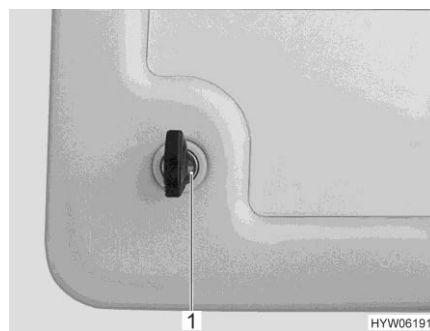
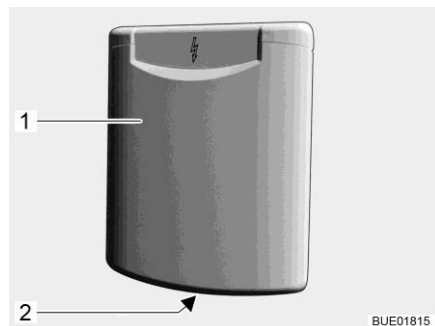

Fig. 78 Serratura a pressione sportello di servizio
Fig. 79 Serratura a pressione sportello di servizio (alternativa)
- Inserire la chiave nel cilindro della serratura a pressione chiudibile (Fig. 78,1 o Fig. 79,1) e ruotare di un quarto di giro. La serratura a pressione è sbloccata.
- Premere entrambi i bottoni a pressione (Fig. 79,2) della serratura a pressione contemporaneamente con i pollici e aprire lo sportello di servizio.
- Inserire la chiave nel cilindro della serratura a pressione chiudibile (Fig. 78,1 o Fig. 79,1) e ruotare di un quarto di giro. La serratura a pressione è bloccata.